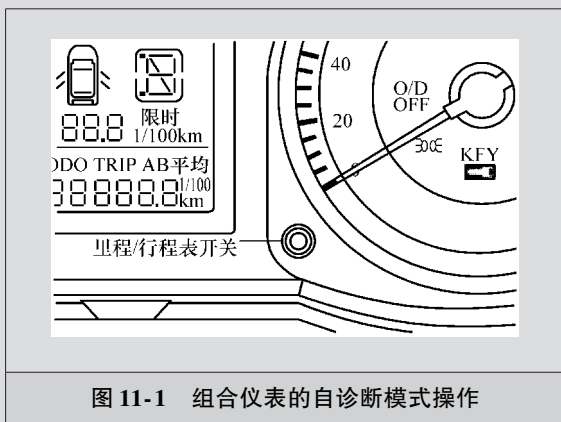

图 11-1 组合仪表的自诊断模式操作
- 2) 如图 11-1 所示,按住里程/行程表开关,然后将点火开关转到 ON 位置,并持续 0.8s 或以上。
- 2) 如图 11-1 所示, 按住里程/行程表开关, 然后将点火开关转到 ON 位置, 并持续 0.8s 或以上。